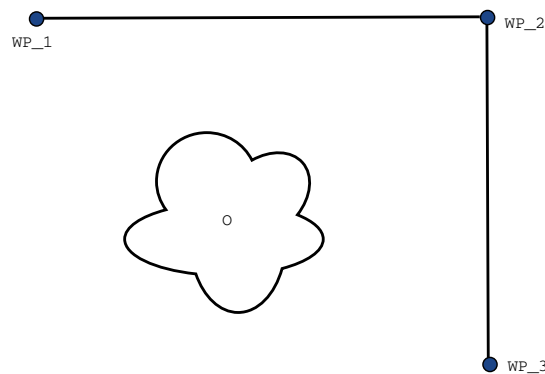

Figure 14.2: WP_1: начальное положение, WP_2: промежуточная точка, WP_3: положение захвата, O: препятствие.
Пример Рассмотрим операцию захвата и перемещения в качестве примера (см. рисунок 14.2), где робот в настоящий момент находится в контрольной точке 1 (WP_1) и должен выполнить захват объекта в контрольной точке 3 (WP_3). Во избежание столкновений с объектом и другими препятствиями (O) робот должен двигаться к WP_3 в направлении из контрольной точки 2 (WP_2). Таким образом, три контрольных точки участвуют в создании пути, удовлетворяющего требованиям.